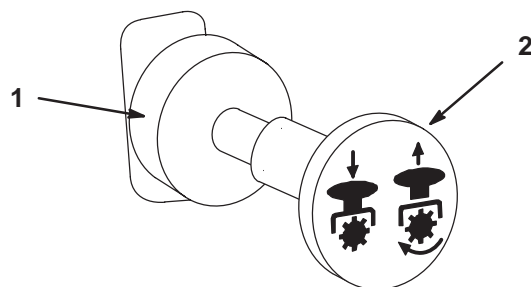

Figure 18
3. Tirez sur la commande de prise de force (PdF) pour l'embrayer (Fig. 18).
1. Repoussez la commande de PdF pour la débrayer (Fig. 18).